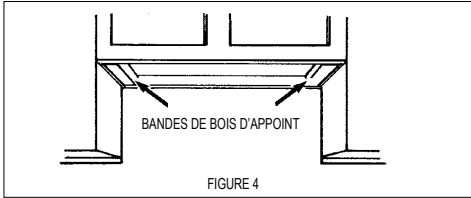

FIGURE 4
3. Si le fond de l'armoire est en retrait, des blocs de bois doivent être installés pour assurer un alignement adéquat avec le fond de l'armoire. Les blocs de bois doivent être alignés ou en retrait de $1/16''$ à $1/8''$ par rapport au fond de l'armoire, comme indiqué sur la FIGURE 4.